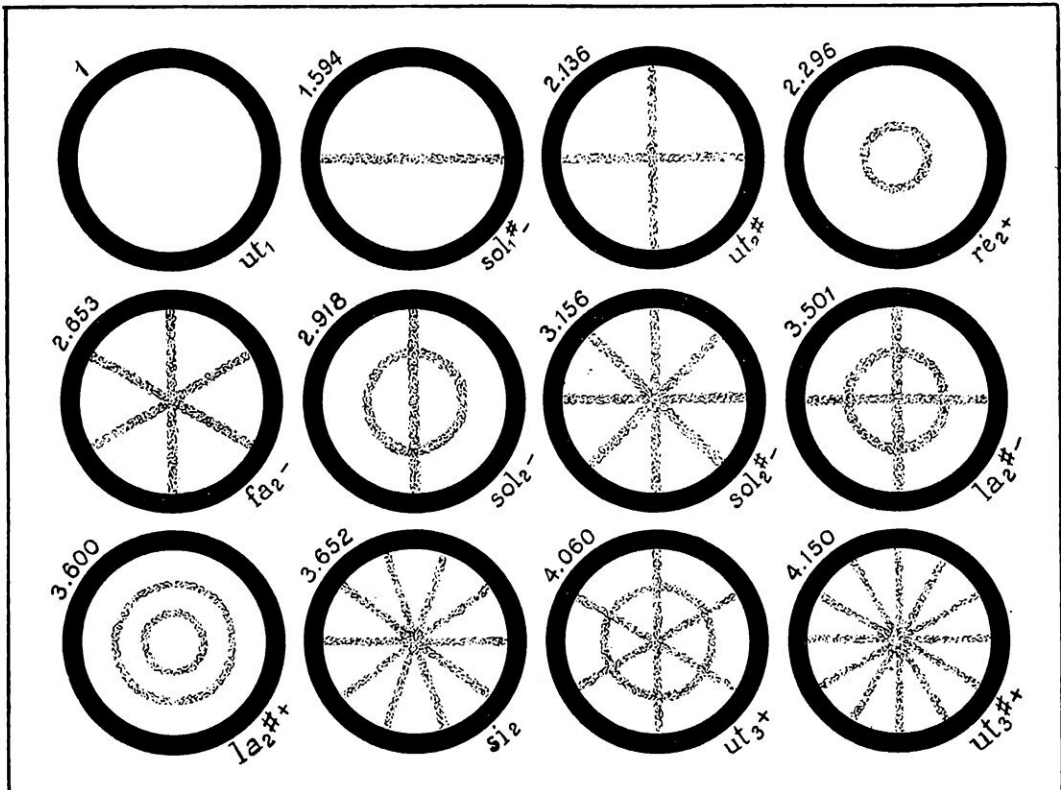

FIG. 11. — FIGURES NODALES DE MEMBRANES CIRCULAIRES, D'APRÈS LES EXPÉRIENCES DE SAVART, BOURGET ET BERNARD (« ANNALES DE PHYSIQUE ET DE CHIMIE, 1860 »)
D'après Savart, Bernard (*Annales de Chimie et de Physique* 1860) les vibrations des membranes circulaires révèlent l'existence de diamètres et de cercles nodaux. Ces membranes étaient de simples feuilles de papier collées sur un cadre annulaire par leurs bords. Les figures obtenues (fig.11) (1) permettent de remarquer que, plus les sons deviennent aigus, plus le nombre des diamètres et des cercles nodaux augmente. Ces figures ont été obtenues en utilisant de la poudre de lycopode ou du sable fin, dont on saupoudrait les membranes.